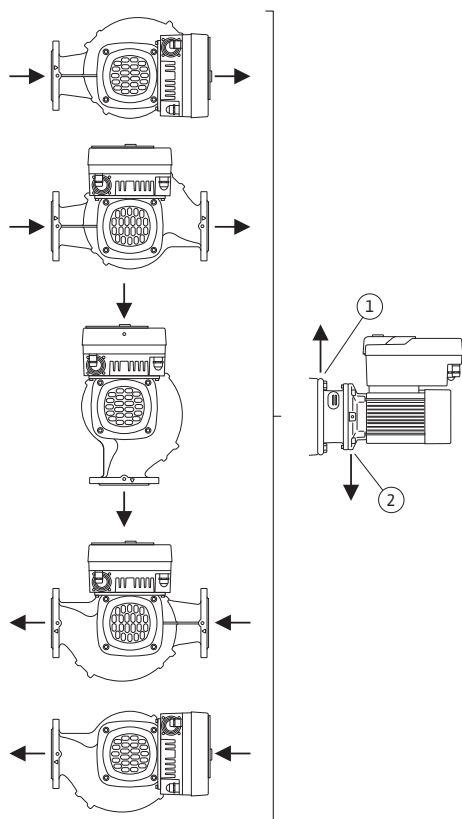

Fig. 17: Toegestane inbouwposities met horizontale as
- Als de motoras horizontaal staat, moet het condensboorgat naar beneden zijn gericht (Fig. 17, pos. 2). Eventueel moet de motor worden gedraaid.